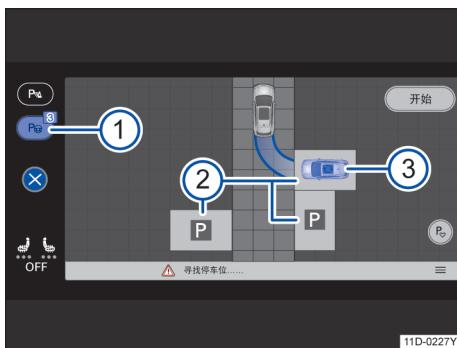

图 104 信息娱乐系统：选择停车位（示意图）
泊车辅助系统自动选择一个停车位，并在信息娱乐系统中作为首选停车位（蓝色车辆）显示在 → 图 104 ② 或 ③ 处。
在功能按键 上显示识别到的停车位数量 → 图 104 ①。
1. 在信息娱乐系统屏幕上点击所需的停车位 → 图 104 ②。
如果当前停车位的泊车模式可以更改，便会显示 符号 → 图 104 ③。
在困难的泊车条件下，如果停车位已部分“驶入”停车位，泊车辅助系统便能接管泊车过程，并将车辆驶入该停车位→图 104。